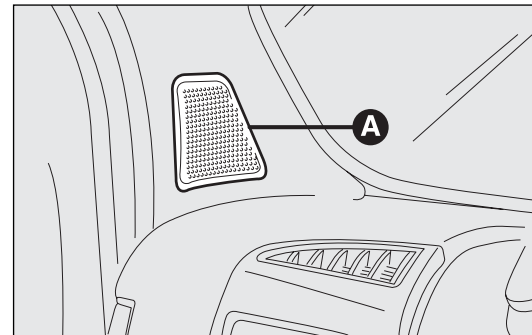

fig. 137
- 2 tweeter luidsprekers A in de voorstijlen met elk een piekvermogen van 30W fig. 137;